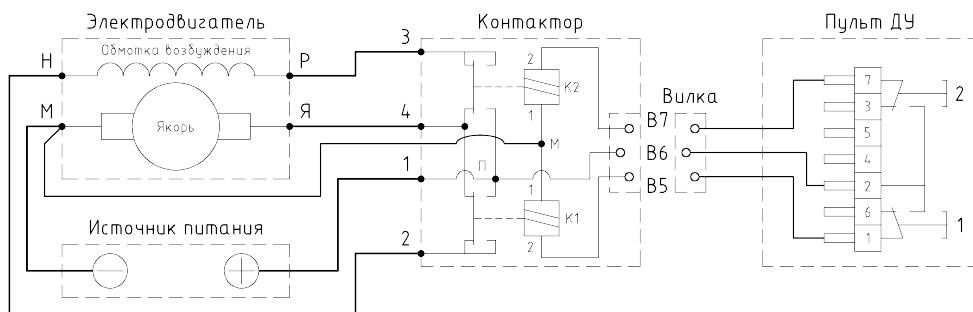

Рис. 1. Принципиальная электрическая схема при управлении электродвигателем последовательного возбуждения.
- 4.2. Присоединить кабели к контактору и электродвигателю согласно рис. 1 или 2 (в зависимости от типа электродвигателя).